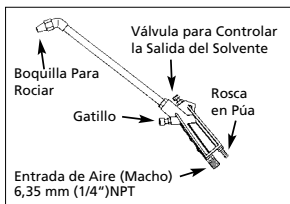

Figura 1 - Características de la Pistola Para Limpiar
2. Corrosión	2. Desconecte la manguera de la herramienta y añádale dos gotas de aguarrás a la herramienta a través del conector después de cada uso (Vea la Figura 1)